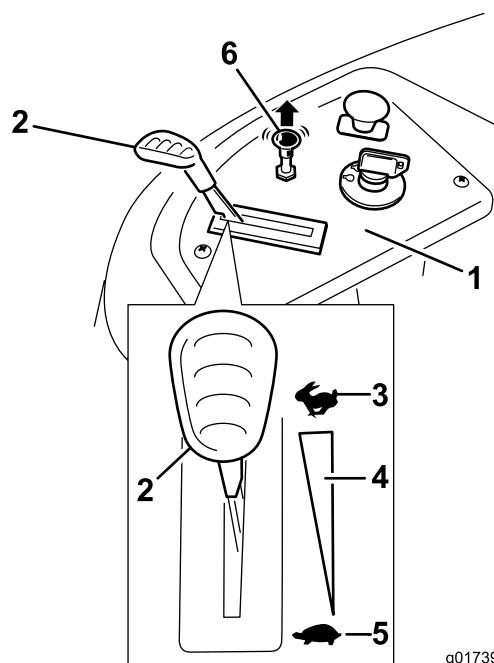

Figura 12
3. Si el motor está frío, tire hacia arriba del control del estárter (Figura 12).
2. Mueva la palanca del acelerador a la posición de Rápido (Figura 12).